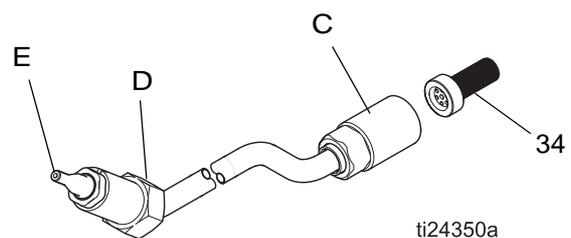

FIG. 25. Austausch des Materialrohrs
2. Die Luftkappeneinheit ausbauen (siehe Seite 29). Das Abdeckblech (26) abnehmen.
3. Die untere Materialrohrmutter (C) trennen. Siehe hierzu FIGURE 25.